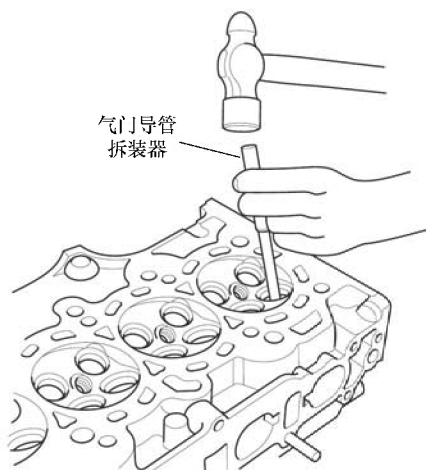

图 10-33 敲出气门导管
6) 将气缸盖翻转, 并将气门导管朝气缸盖的凸轮轴侧敲下, 如图 10-33 所示。